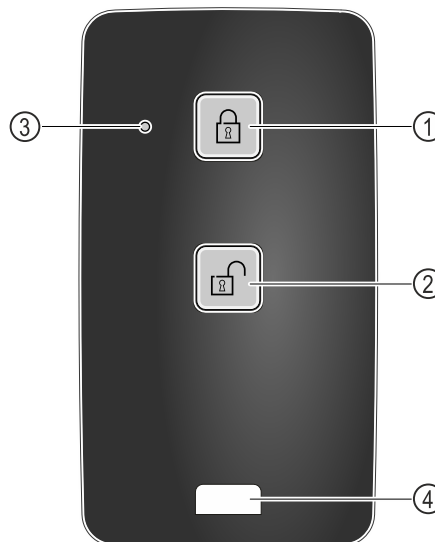

Fig. 210
- (1) Bloccare la serratura
- (2) Sbloccare la serratura
- (3) LED di stato
- (4) Occhio di fissaggio
- Premere il tasto Fig. 210 (1) sul telecomando.
- Premere il tasto Fig. 210 (2) sul telecomando.
- Il LED di stato Fig. 210 (3) fornisce un feedback visivo quando viene premuto un pulsante.
- Occhio Fig. 210 (4) per agganciare il telecomando, ad esempio a un portachiavi.